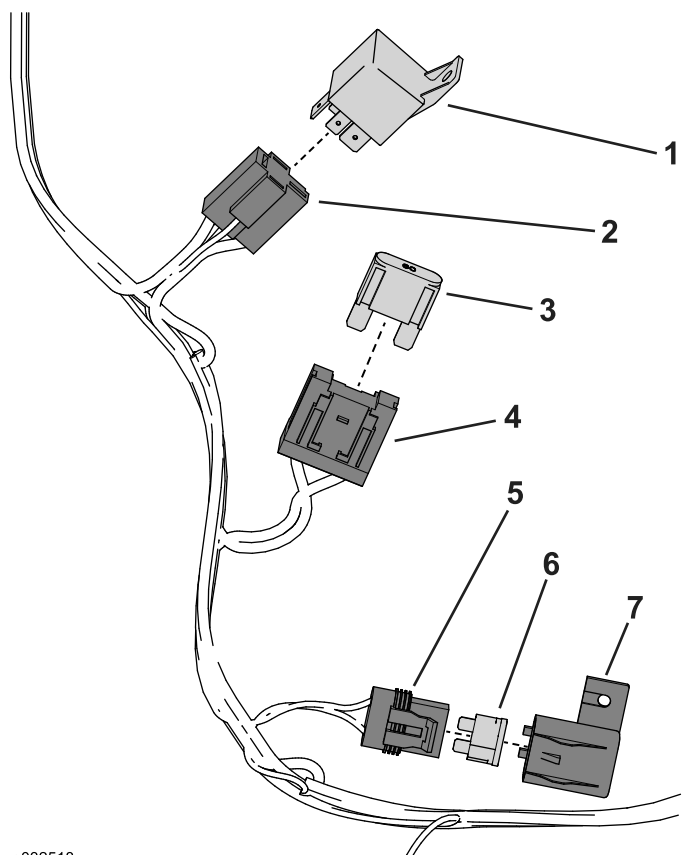

Figura 36
1. Monte os seguintes componentes à cablagem (Figura 36).